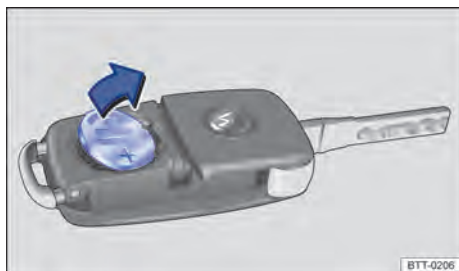

Fig. 17 Chave do veículo com comando remoto: remover a bateria.
- Remover a bateria do alojamento da bateria com uma ferramenta adequada → Fig. 17.
- Posicionar a nova bateria conforme indicado → Fig. 17 e pressionar no sentido contrário ao da seta para dentro de alojamento da bateria → ⓘ.